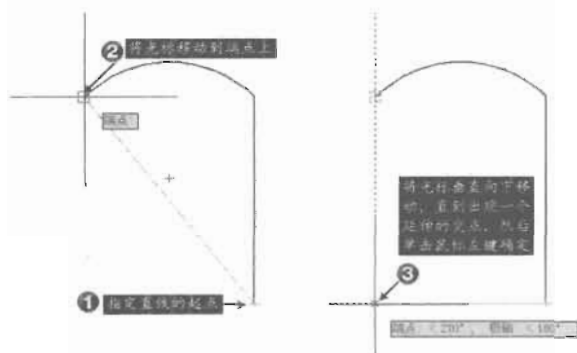

图 2-68
(3) 通过按 F3 键来打开对象捕捉, 如果对象捕捉已经打开了, 就不需要再按此键。
(4) 单击“绘图”工具栏上的“直线”按钮, 首先捕捉直线段下方的端点, 然后将光标移动到圆弧的端点上, 在将光标垂直向下移动, 直到出现一个延伸的交点, 这时再单击鼠标, 即可捕捉到该点, 如图 2-68 所示。